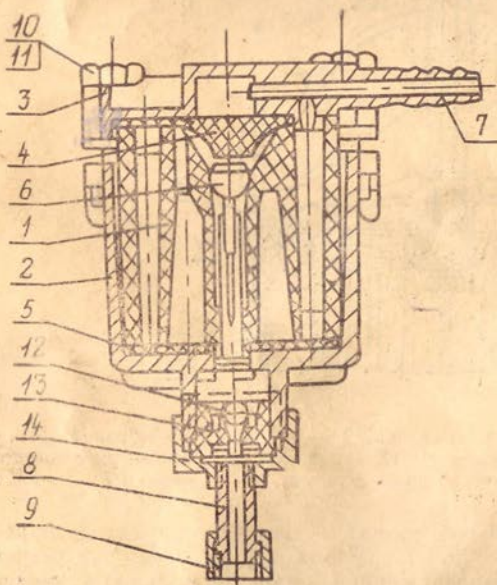

Рис. 2. Защитное устройство генератора ацетиленового АСП-10:
5.3. Защитное устройство 17 предназначено для предохранения генератора от проникновения в него кислорода или воздуха со стороны отбора ацетилена и задержания детонационного горения ацетиленокислородной смеси. Конструкция защитного устройства показана на рис. 2.